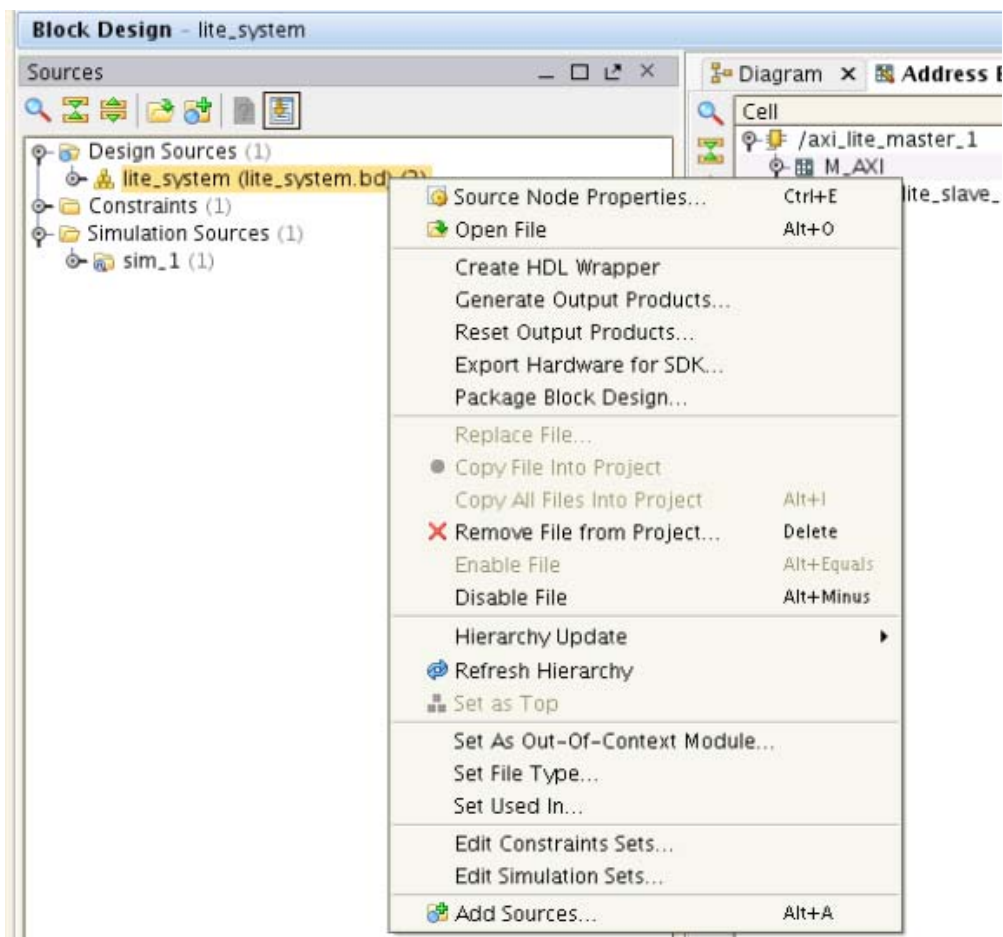

図 39 : [Sources] ビュー : HDL ラッパーの作成
- [Sources] ビューで [lite_system] を選択して右クリックし、[Create HDL Wrapper] を選択します (図 39)。ブロック図はデザインの最上位オブジェクトになることはできないため、この手順で HDL ラッパーが生成されます。生成されたファイルは、既存のテストベンチ ラッパーで置き換えられます。